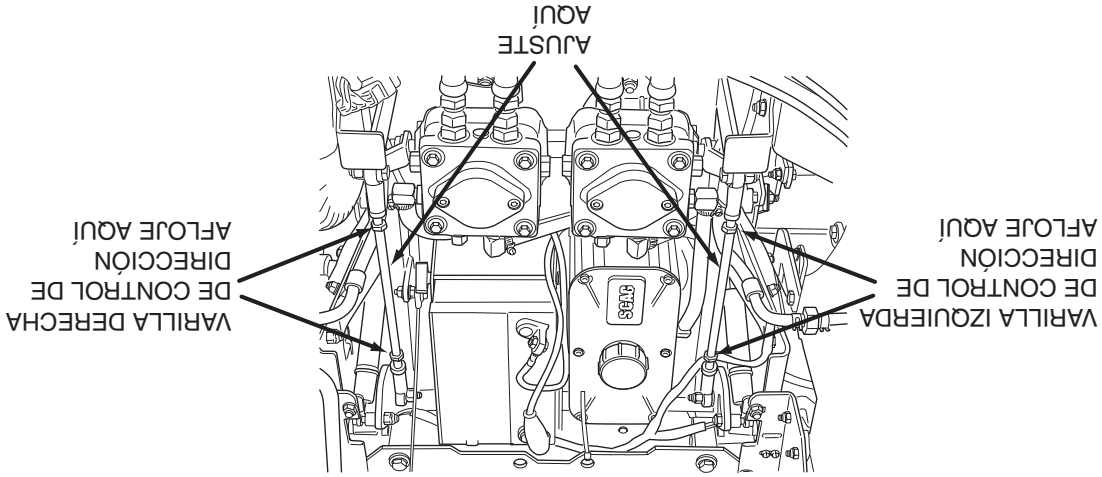

Figura 6-3. Ajuste de varillas de control de dirección
A. Detenga la máquina y coloque las palancas de control de dirección en la posición neutral. Afloje las tuercas de bloqueo que aseguran las juntas de rótula en cada extremo de la varilla de control de dirección del lado izquierdo. Gire la varilla de control para acortar la varilla y apriete las tuercas de bloqueo. Esto causará que la varilla de control golpee menos la bomba del lado izquierdo, disminuyendo la velocidad de la rueda de dicho lado. (Vea la Figura 6-3).
A. Detenga la máquina y coloque las palancas de control de dirección en la posición neutral. Afloje las tuercas de bloqueo que aseguran las juntas de rótula en cada extremo de la varilla de control de dirección del lado derecho. Gire la varilla de control para acortar la varilla y apriete las tuercas de bloqueo. Esto causará que la varilla de control golpee menos la bomba del lado derecho, disminuyendo la velocidad de la rueda del lado derecho. (Vea la Figura 6-3, página 24).
- 4. Ajuste la rueda izquierda aflojando las contratuercas en la varilla de control de dirección y gire la varilla hasta que la rueda motriz gire hacia adelante. Gire la varilla en sentido contrario hasta que la rueda motriz deje de moverse. Gire la varilla 1/2 vuelta adicional hacia atrás. (Vea la Figura 6-3).